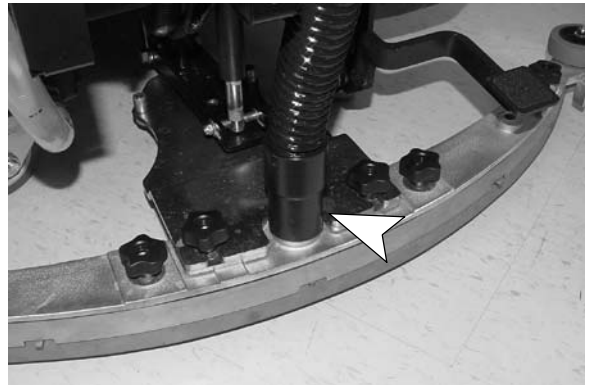

FIG. 6
5. Branchez le tuyau d'aspiration de la machine sur le bloc de racloir (Figure 6).